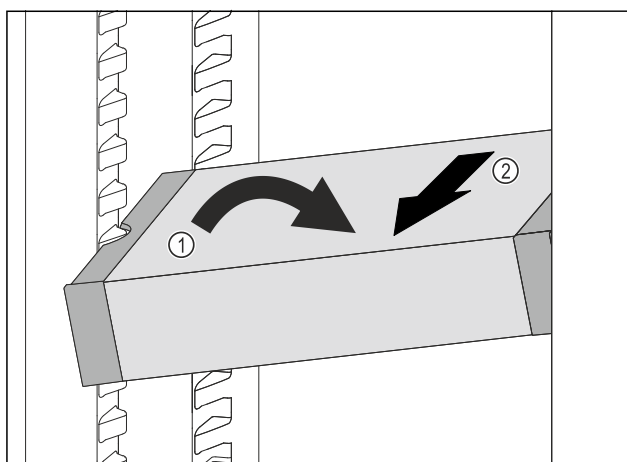

Fig. 116
- Ställ VarioSafe snett i kyldelen. Fig. 116 (1)
- Dra VarioSafe framåt för att ta ut den. Fig. 116 (2)